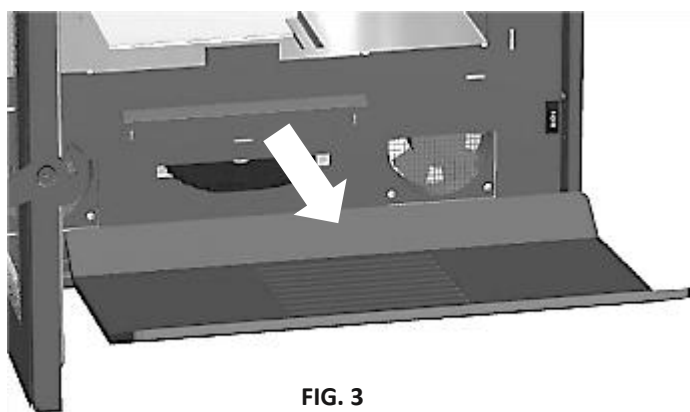

FIG. 3
1. Retirer de l'appareil les déflecteurs, les plaques d'appui latérales et le fond. **Faites attention aux pièces en vermiculite qui peuvent se casser.** (Fig. 3)